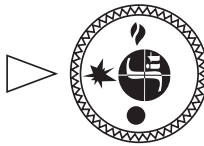

Рис. 9.
- 7.3. Для розжига пилотной горелки ручка управления переводится в положение «**искра**» (рис. 9).
- 7.5. **Выключение аппарата** производится путем поворота ручки в положение «**точка**» (рис. 9). При этом пилотная и основные горелки (если горят) погаснут.